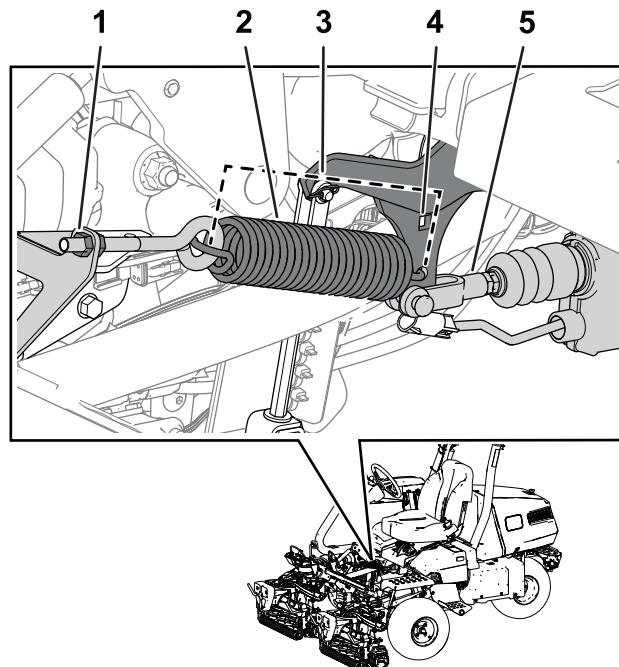

図 38
注 手順については図 38を参照。
3. アイボルトのナットを締め付けてスプリングの長さを取り付けた状態を 11.4 cm にする図 38。